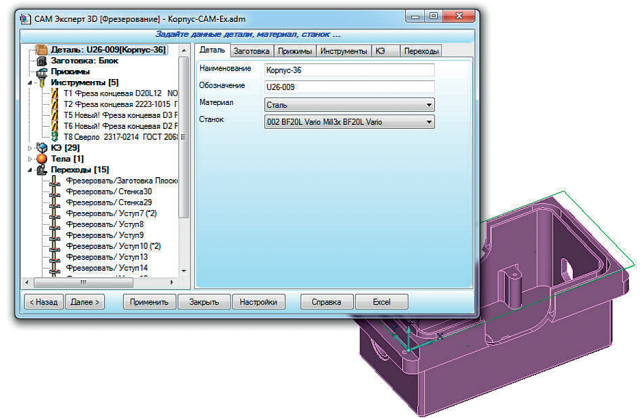

Рис. 23. Подборка маршрута обработки согласно по конструктивным элементам
- диалоговое окно ADEM CAM Expert для просмотра и коррекции параметров спроектированного в автоматическом режиме маршрута обработки детали (рис. 23);